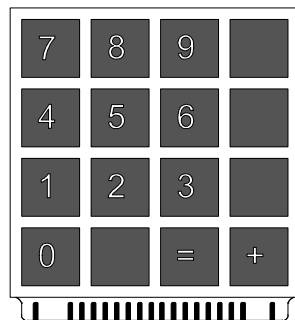
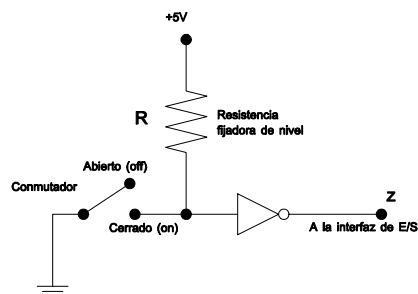
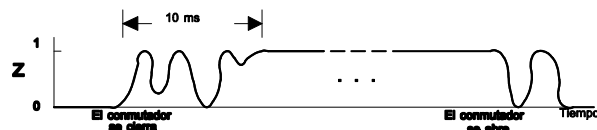

Figura 7. Teclado.
Figura 8. Conmutador.
Figura 9. Comportamiento del conmutador.
- 5.** Cada una de las 16 teclas del teclado de la Figura 7 consiste en un conmutador como el de la Figura 8. El comportamiento real de este circuito cuando se pulsa una tecla se muestra en la Figura 9.